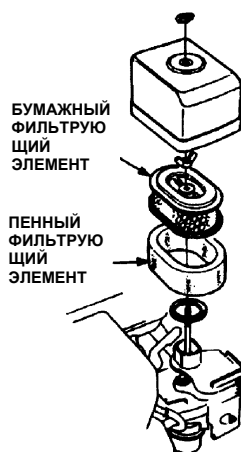

Рис. 1. Воздушный фильтр
2. Чтобы очистить или заменить воздушный фильтр, ослабьте гайку-барашек на корпусе воздушного фильтра (рис. 1), снимите крышку и выньте картридж воздушного фильтра. Если требуется только очистка воздушного фильтра, продуйте картридж воздушного фильтра изнутри, перемещая струю сухого сжатого воздуха вверх и вниз до тех пор, пока вся пыль не будет удалена.